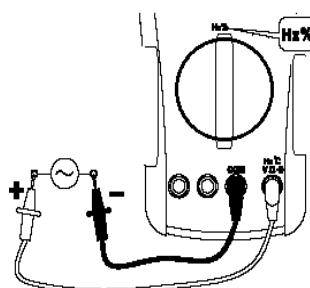

Рис.7.5
3. Подключить измерительные провода параллельно нагрузке/ источнику (рис.7.5).